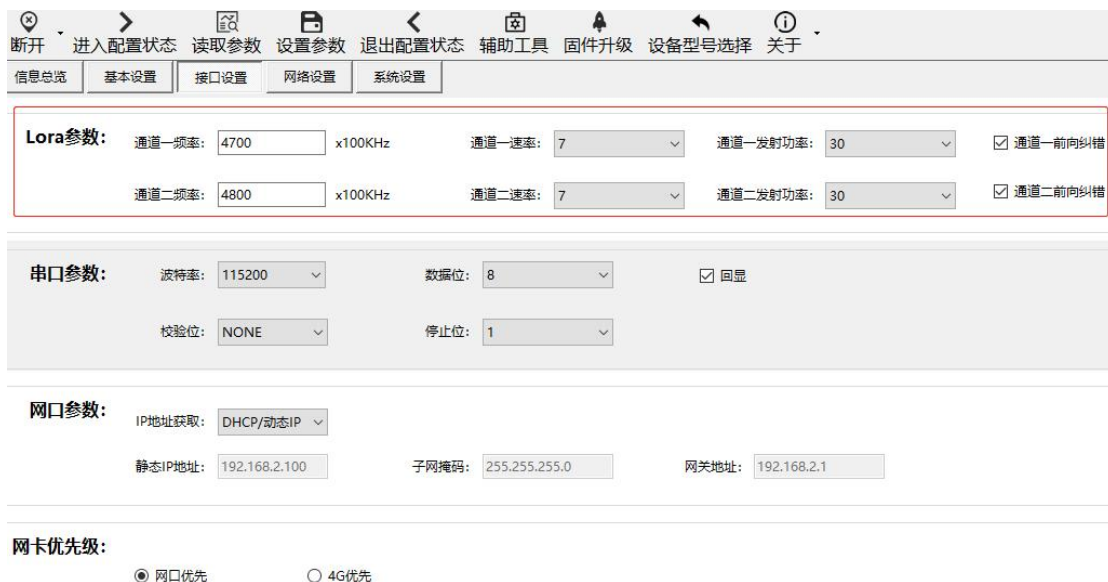

图 21 网关接口设置
③ 接口设置，LORA 参数设置和网口参数及网卡优先级设置，如“图 21”网关接口设置。